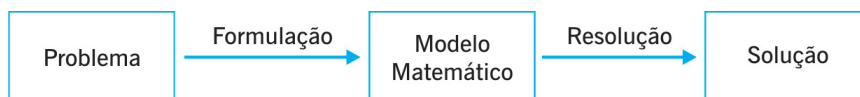

Figura 2: Etapas de Aplicação da Programação Linear
Para poder aplicar a Programação Linear nos nossos problemas, precisamos executar duas etapas: (1) formulação do modelo matemático e (2) resolução. A Figura 2 mostra essas duas etapas.